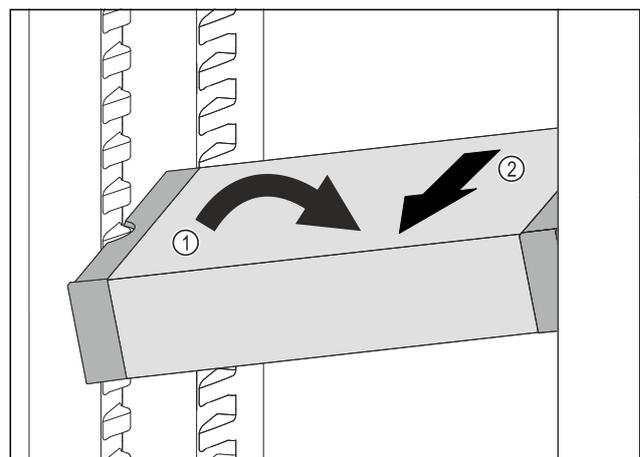

Fig. 152
- ▶ VarioSafe im Kühlteil schräg stellen. Fig. 152 (1)
- ▶ VarioSafe nach vorne entnehmen. Fig. 152 (2)